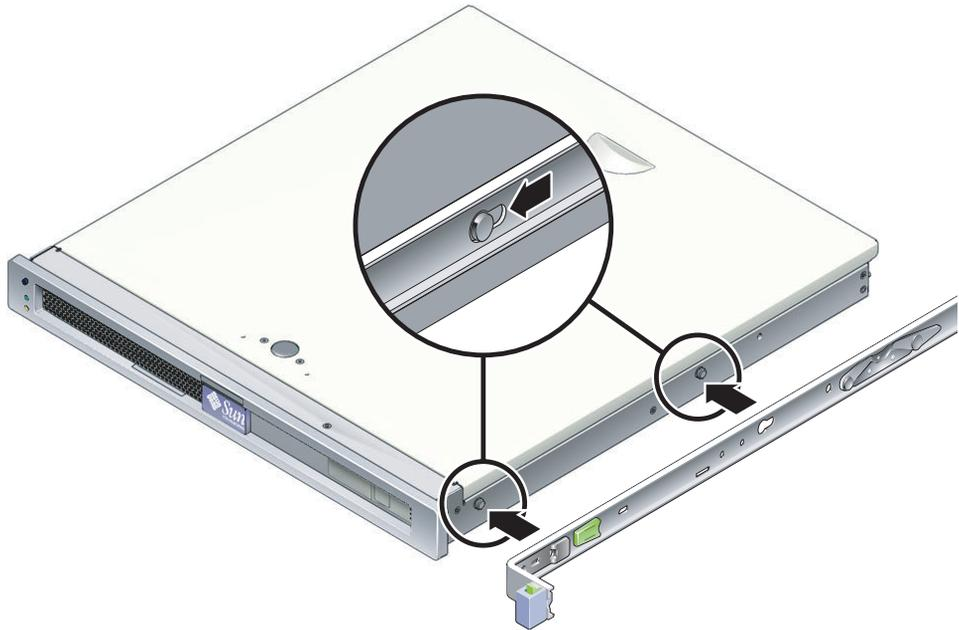

図 2-3 固定部品のシャーシへの取り付け
- a. スライドレールロックを前面側にして、固定部品の 2 つのはめ込み用の穴とシャーシ側面の 2 つの位置決め用のピンの位置を合わせて、サーバーのシャーシに固定部品を配置します (図 2-3)。
- c. 位置決め用のピンがどちらもはめ込み用の穴に固定され、前面側の位置決め用のピンが固定部品のロックにかみ合っていることを確認します (図 2-3)。